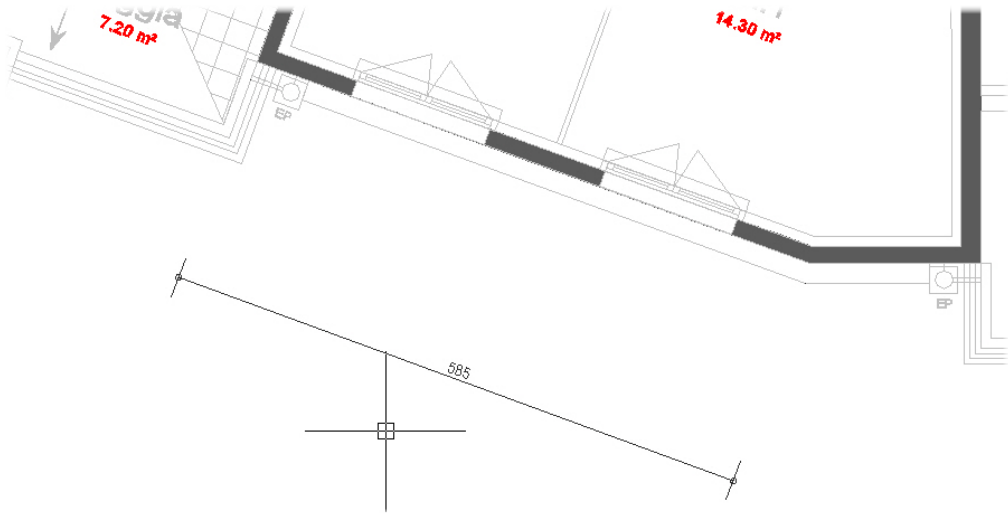

Figure 5.63
- Enfin, indiquez le positionnement de la ligne de cote (voir Figures 5.63 et 5.64).